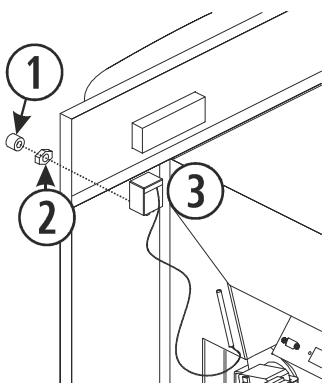

Figura 18
Si la estufa que tenemos es una Ecoaire Insert, debemos fijar el termostato de seguridad a los paneles del encastre. Éstos, ya disponen de un agujero, a través del cual insertamos el termostato (3) según la figura 18, lo fijamos al encastre con una tuerca (2) y finalmente enroscamos el tapón (1).